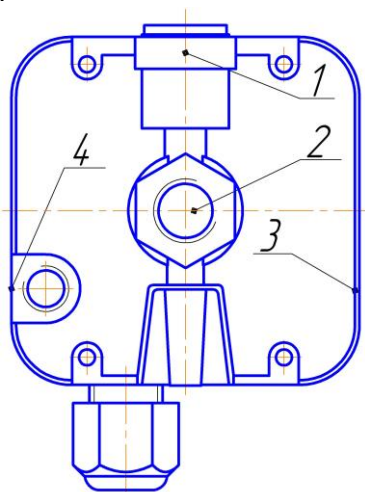

Рис. 1 Расположение вводов присоединения давления
5.1. Конструкцией датчика предусмотрена возможность измерения избыточного, вакуумметрического (отрицательного) и дифференциального (перепада) давления (рис.1).